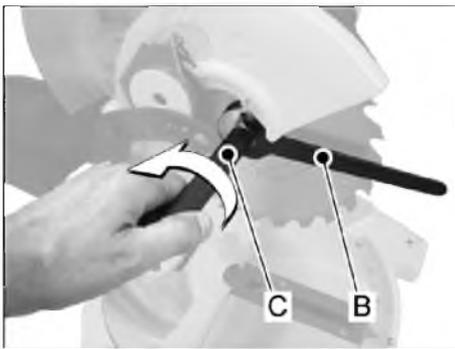

Рис. 12
- Заблокируйте фланец пилы при помощи специального ключа (В, Рис. 12) и затяните крепежный винт пильного диска при помощи ключа в комплекте (С).